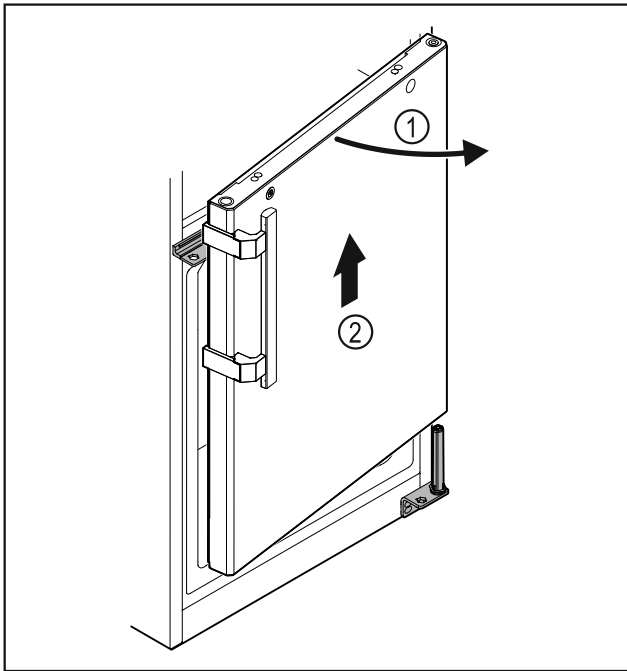

Fig. 33
- ▶ 略微打开冰箱门 Fig. 33 (1)，笔直向上提升大约 200 mm 并取下 Fig. 33 (2)。